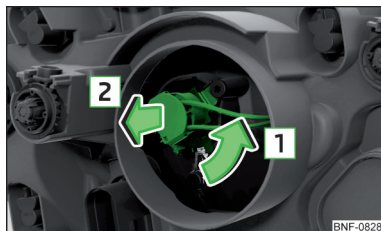

Fig. 174
- › Ruotare la spina con la lampadina in direzione della freccia **1** » fig. 174.